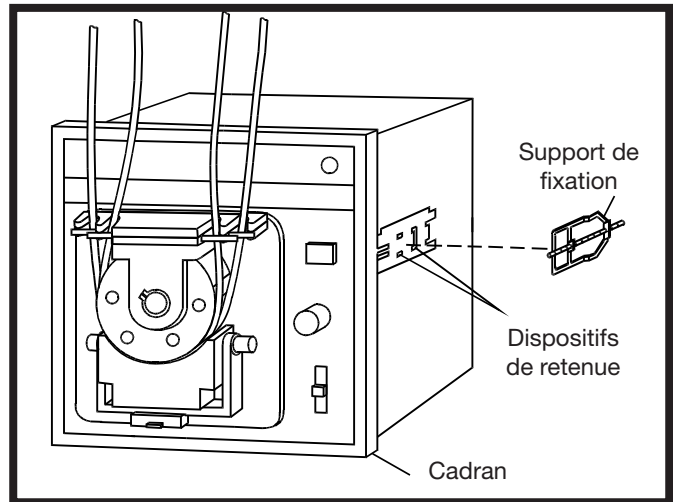

Figure 5. Installation des supports de fixation
2. Placer un supports de fixation (*figure 5*) entre les dispositifs de retenue à fentes d'un côté du boîtier et faire glisser le support de fixation vers l'arrière pour se bloquer dans les fentes.